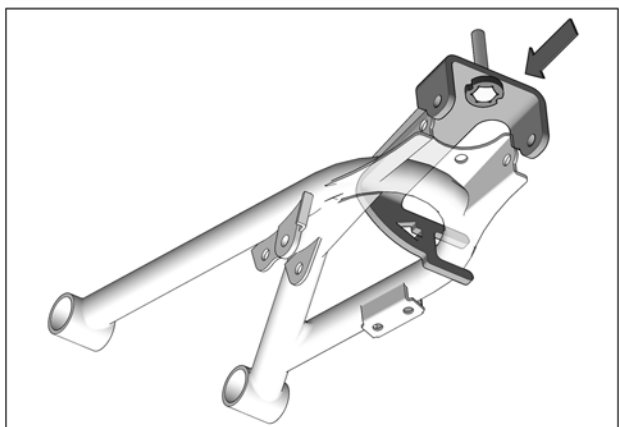

Fig. 9
8. Glisser l'ancrage vers l'arrière et aligner les trous de l'ancrage avec les trous du bras de suspension. Voir la Fig. 9